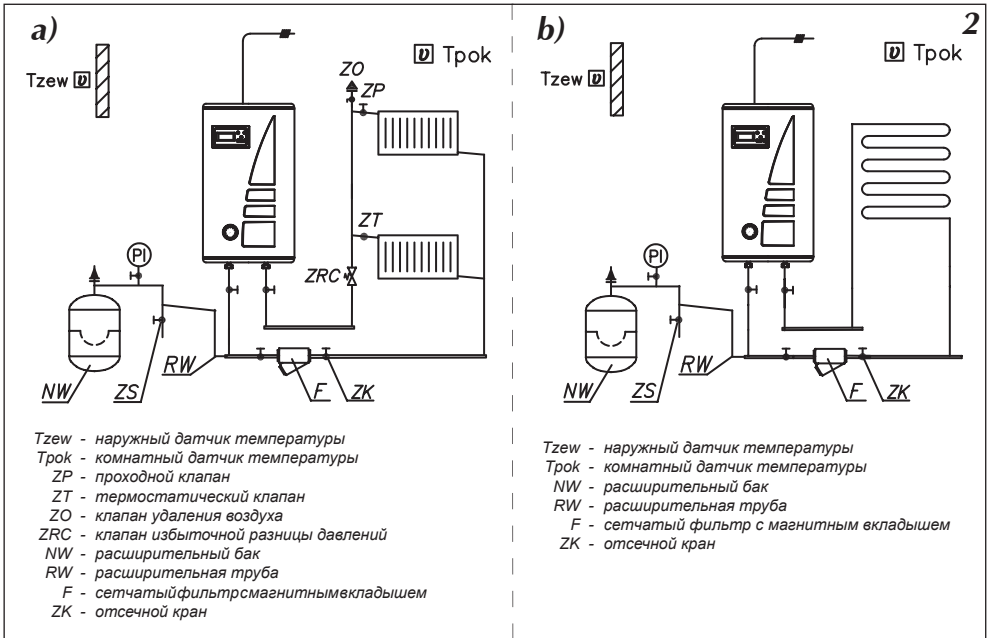
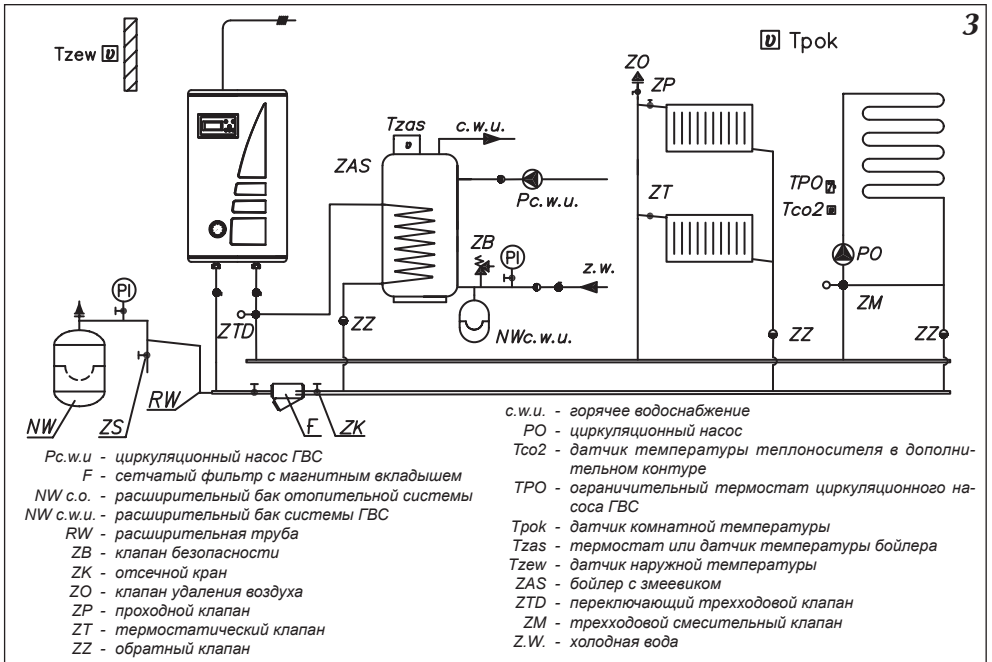
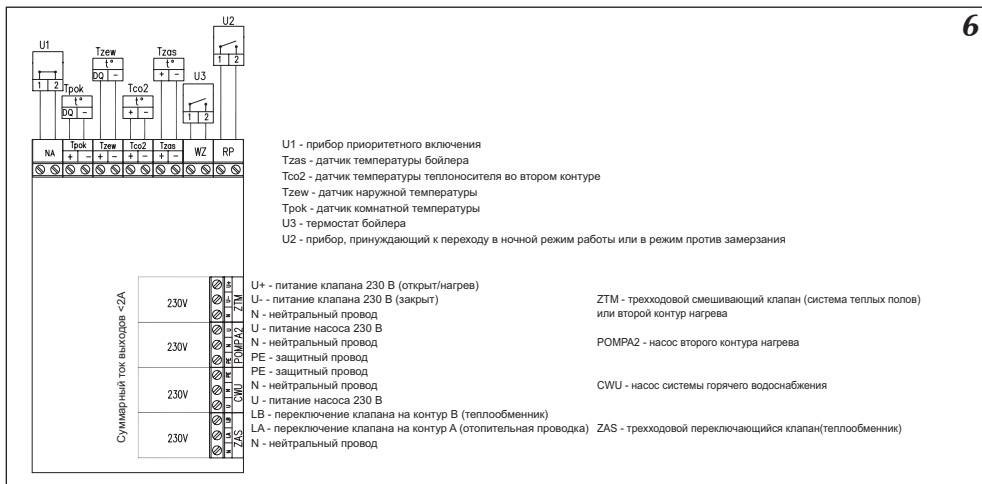

Рис.2 Примерная схема отопительной системы
Рис.3 Примерная схема отопительной системы – радиаторы, обогрев теплых полов, бойлер ГВС.
Рис.6 Подключение наружных устройств к плате ZIO.
2. Подключить котел к отопительной проводке, оснащенной отсечными кранами (рис.2 и рис.3).
- на модуле ZIO замкнуты клеммы NA (см. рис. 6),
К котлу ЕКСО.М1z можно подключить, в зависимости от потребности, ряд дополнительных приборов или необходимых датчиков (рис. 6).
К котлу ЕКСО.М можно подключить прибор приоритетного включения – например проточный водонагреватель (рис.6), который будет выключать нагрев котла. Это решение используется с целью ограничения потребления максимальной мощности. Приоритетный прибор должен иметь выход сигнального управления. **Прибор приоритетного включения подключается при помощи провода (напр. LIYY 2x0,14) к клеммам „NA” на плате ZIO. На клеммы „NA” запрещается подавать какое-либо напряжение!** Перед подключением приоритетного прибора следует проверить имеет ли он выход сигнального управления. Если приоритетный прибор может управлять только сигналом напряжения, следует использовать соответствующее реле. **Неиспользуемые клеммы NA следует оставить в замкнутом состоянии!**
Из этих двух способов можно выбрать один при помощи соответственной установки в сервисном меню. Способ подключения клемм термостата и датчика температуры в теплообменнике представлен на рис.6.
На электронном модуле рис.6 имеются клеммы ZAS. На клемму LB подается напряжение 230В в случае, если есть необходимость нагрева воды в теплообменнике. На клемму LA подается напряжение 230В в случае, если котел греет теплоноситель в отопительной проводке. К этим клеммам можно подключить трехходовой клапан, который будет переключать отопительный контур на запитку теплообменника. В случае запитки теплообменника температура теплоносителя стандартно устанавливается на уровне 80°С. Эту величину можно изменить в сервисном меню. Одним из рекомендованных компаний Kospel трехходовых клапанов является клапан VCZMH6000E с серводвигателем VC6012ZZ00 и кабелем 45900445-013В. Управление этим клапаном осуществляется подачей сетевого напряжения 230В~ на один из двух проводов – коричневый или черный. Синий провод следует подключить к нейтральному проводу сети питания. Подача питания на коричневый провод приведет к переключению клапана в положение, при котором открывается проход между входом "AB" и выходом "B". Подача питания на черный провод приведет к переключению клапана в положение, при котором открывается проход между входом "AB" и выходом "A". Обозначение входа "AB" и выходов "A", "B" нанесено на клапан.
На рис. 6 представлен способ подключения трехходового клапана к котлу. Принято, что выход горячего теплоносителя из котла подключен к входу „АВ” переключающегося клапана а выходы А и В служат соответственно для:
- Коричневый провод кабеля 45900445-013В подключить к клемме LB согласно рис. 6.
- Синий провод кабеля 45900445-013В подключить к клемме „N” согласно рис. 6.
Котел ЕКСО.М1z может управлять насосом системы горячего водоснабжения. Управление основано на включении или выключении этого насоса в зависимости от установленной суточной программы. Таким образом насос можно отключить, например на ночь. Насос подключается к плате ZIO согласно рис.6. Напряжение питания насоса – 230В.
Разъем ZTM на плате ZIO22 рис.6 служит для подключения смесительного клапана запитки второго контура (рис.3 кран ZM). Этот контур должен быть приспособлен для запитки более низкими температурами чем в отопительной системе. Например, если отопительный контур запитывается температурой 85°C (см „Сервисное меню” параметры WChG,WChG2, Tcomax и Tc2max), второй контур может служить для запитки системы Теплый пол максимальной температурой 60°C. В этом случае следует помнить о установке дополнительной защитной арматуры, предохраняющей от появления слишком высокой температуры во втором контуре. Для измерения температуры во втором контуре используется датчик типа WE-008.
На плате ZIO рис.6 имеется разъем RP, замыкание которого приводит к переходу котла в режим работы против замерзания или в ночной режим работы. Выбор одного из этих режимов осуществляется в сервисном меню. Также как и на разъем NA, на него нельзя подавать напряжение!